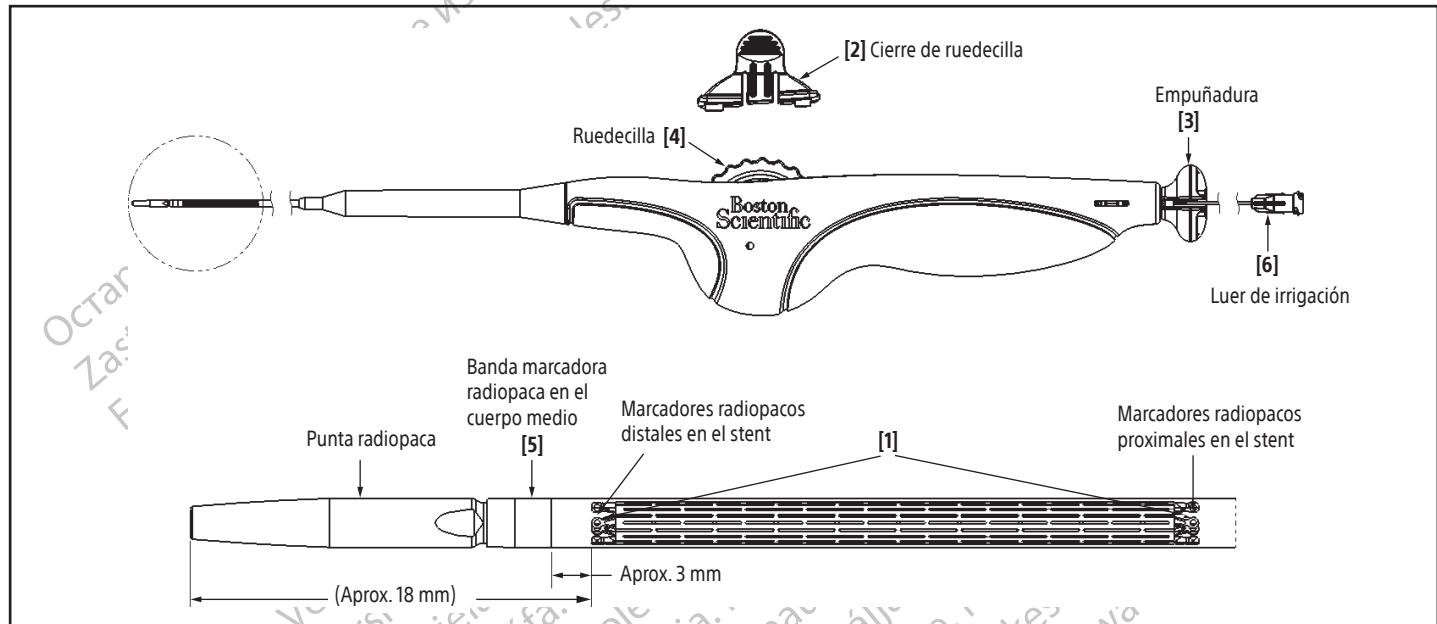

Figura 4. Sistema introductor del stent
- Acople una jeringa de 10 ml (10 cc) con solución salina al luer de irrigación [6] en el mango. Aplique presión positiva. Continúe irrigando hasta que la solución salina aparezca en el extremo distal del lumen de la guía. Extraiga el luer de irrigación [6] (para ello, tire de la jeringa o del mismo luer de irrigación [6]) (consulte la figura 4).